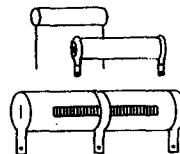

图1-1-5
(7) 线绕电阻。这种电阻多用镍铬丝或锰铜丝或康铜丝等绕在陶瓷体(管或片)上制成，在外面覆以绝缘漆或玻璃釉等。这种电阻功率大(1W以上)，阻值稳定、耐高温。其外形如图1-1-5所示。